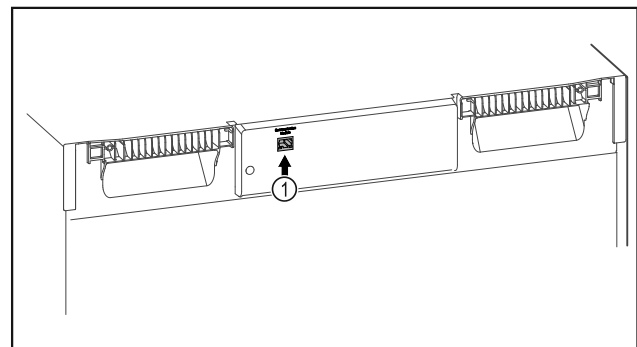

Fig. 87
- ❑ SmartModule Fig. 87 (1) установлен.